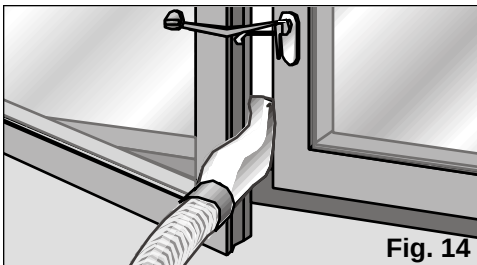

Fig. 14
- ❑ Leid de afvoerbuis van warme lucht naar buiten. Om te veel lawaai en verlies van doelmatigheid te voorkomen is het volstrekt nodig dat de afvoerbuis van de lucht zo geplaatst wordt als beschreven staat in **Fig. 14**. Zie paragraaf "Mogelijkheden voor het afvoeren van lucht naar buiten".
- ☐ Sluit het raam zo goed mogelijk en zet het vast met de geleverde zuignap, **Fig. 14**.